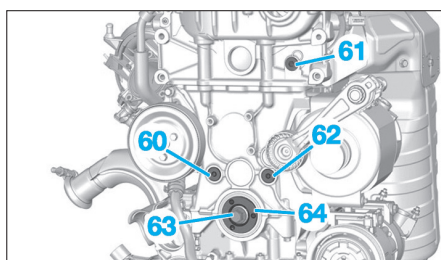

Fig. 25
- les vis (60), (61), (62) et (63) (Fig.25),
- le moyeu de vilebrequin (64),
- le pignon d'arbre à cames d'admission (76) puis coiffer la chaîne sur le pignon,
- la vis de la poulie d'arbre à cames (77),
- le pignon d'arbre à cames d'échappement (78) puis coiffer la chaîne sur le pignon,
- la vis de la poulie d'arbre à cames (79),
- les vis (60), (61) et (62) (Fig.25).
- Bloquer les vis (60), (61) et (62).